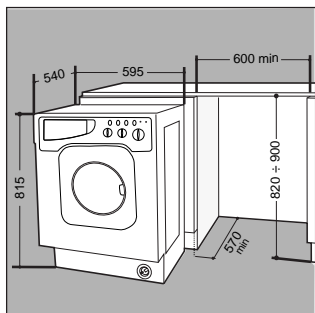

Fig. 6
- Empurrar a máquina na abertura, alinhá-la aos outros móveis (fig. 6).